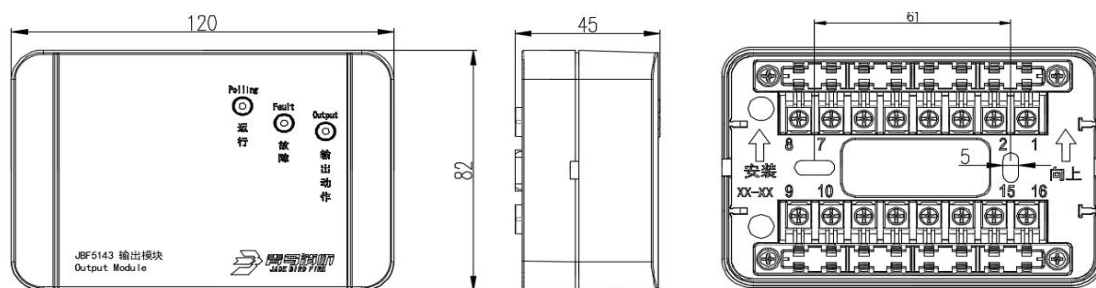

图 1 外形及安装尺寸图
- 布线施工后，通过预埋盒或使用膨胀螺栓将底座固定在墙上（使用 M4 螺钉），安装孔距为 61mm。外形及安装尺寸如图1所示。